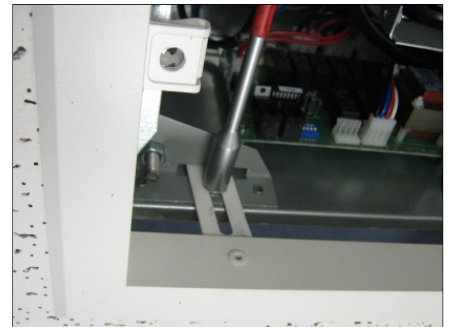

Abb. 8
**Schritt 3** Sichern Sie mit den in Schritt 1 entfernten M6-Schrauben das Gitter, indem Sie jede Schraube an den geschlitzten Halterungen gemäß Abb. 8 befestigen. Passen Sie bei geöffnetem Gitter die Höhe des Gitterrahmens mithilfe der Schlitze in jeder Halterung an, so dass der Rahmen plan und ohne Lücken an der Decke anliegt.